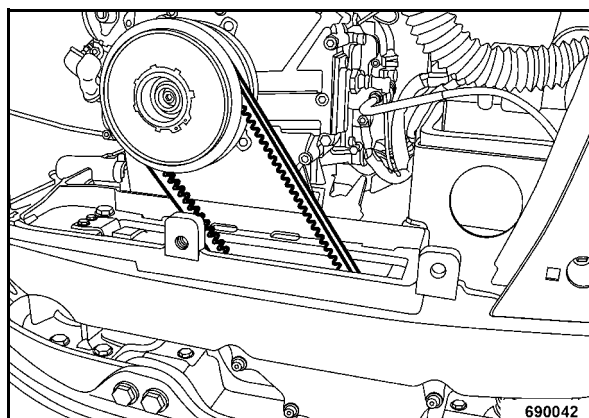

рис. 68
- Проверить состояние и натяжение клинового ремня (рис. 68).